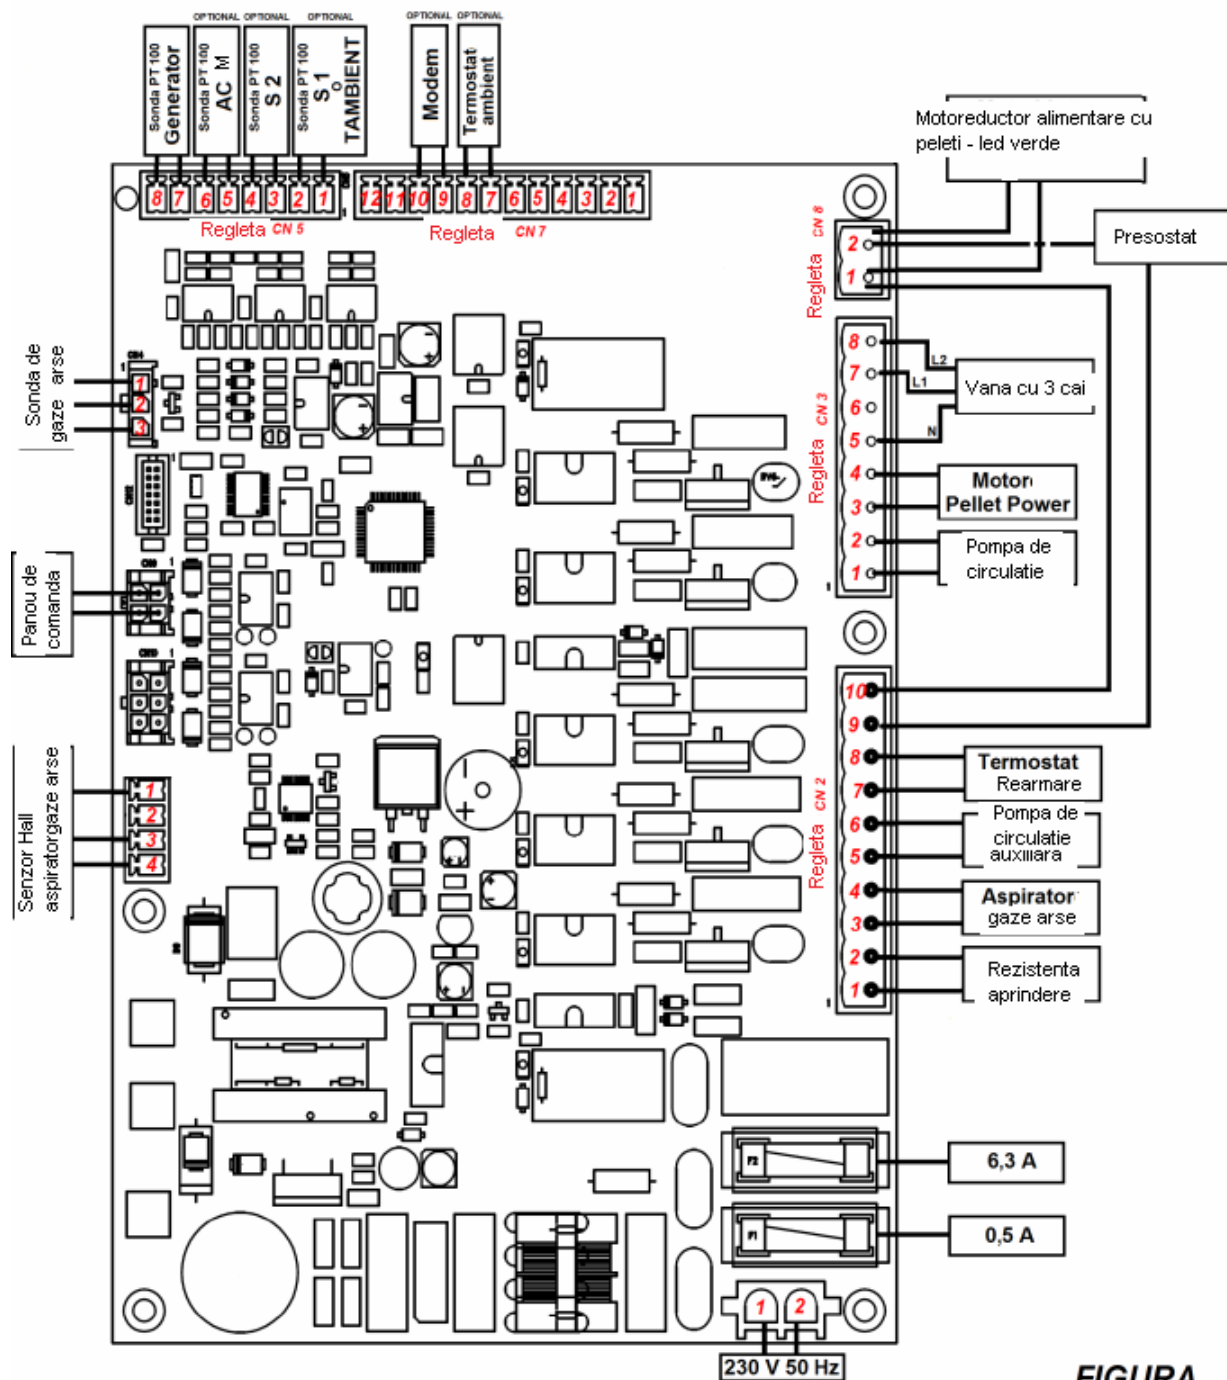

FIGURA 2
- Deschideti capacul rezervorului (Figura 1) si scoateti capacul superior, tragandu-l in sus (figura 2).